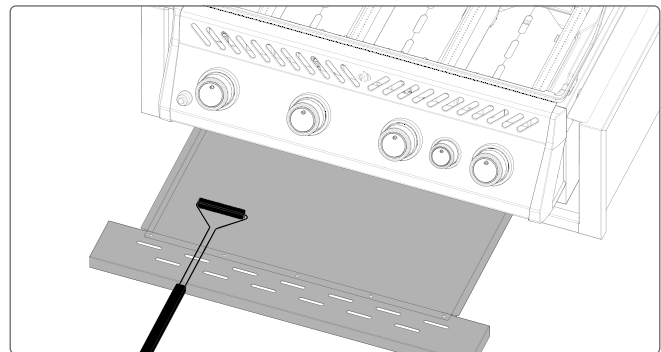

Abb. 12
1. Ziehen Sie die Fettauffangschale aus dem Grill, um Zugang zur Einweg-Fettschale zu erhalten oder die Fettauffangschale zu reinigen (**Abb. 12**).